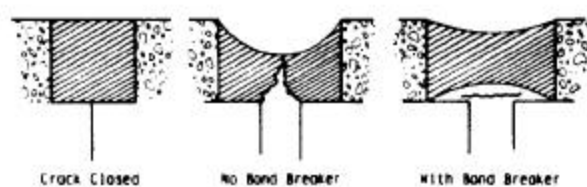

Fig 3.78 - Influence du matériau de désolidarisation.
- On doit appliquer ou insérer un **matériau de désolidarisation** dans le fond de la fissure pour permettre au matériau de remplissage de se **déformer plus librement** et pour diminuer la **contrainte de traction** engendrée dans le matériau de remplissage (Fig 3.78).